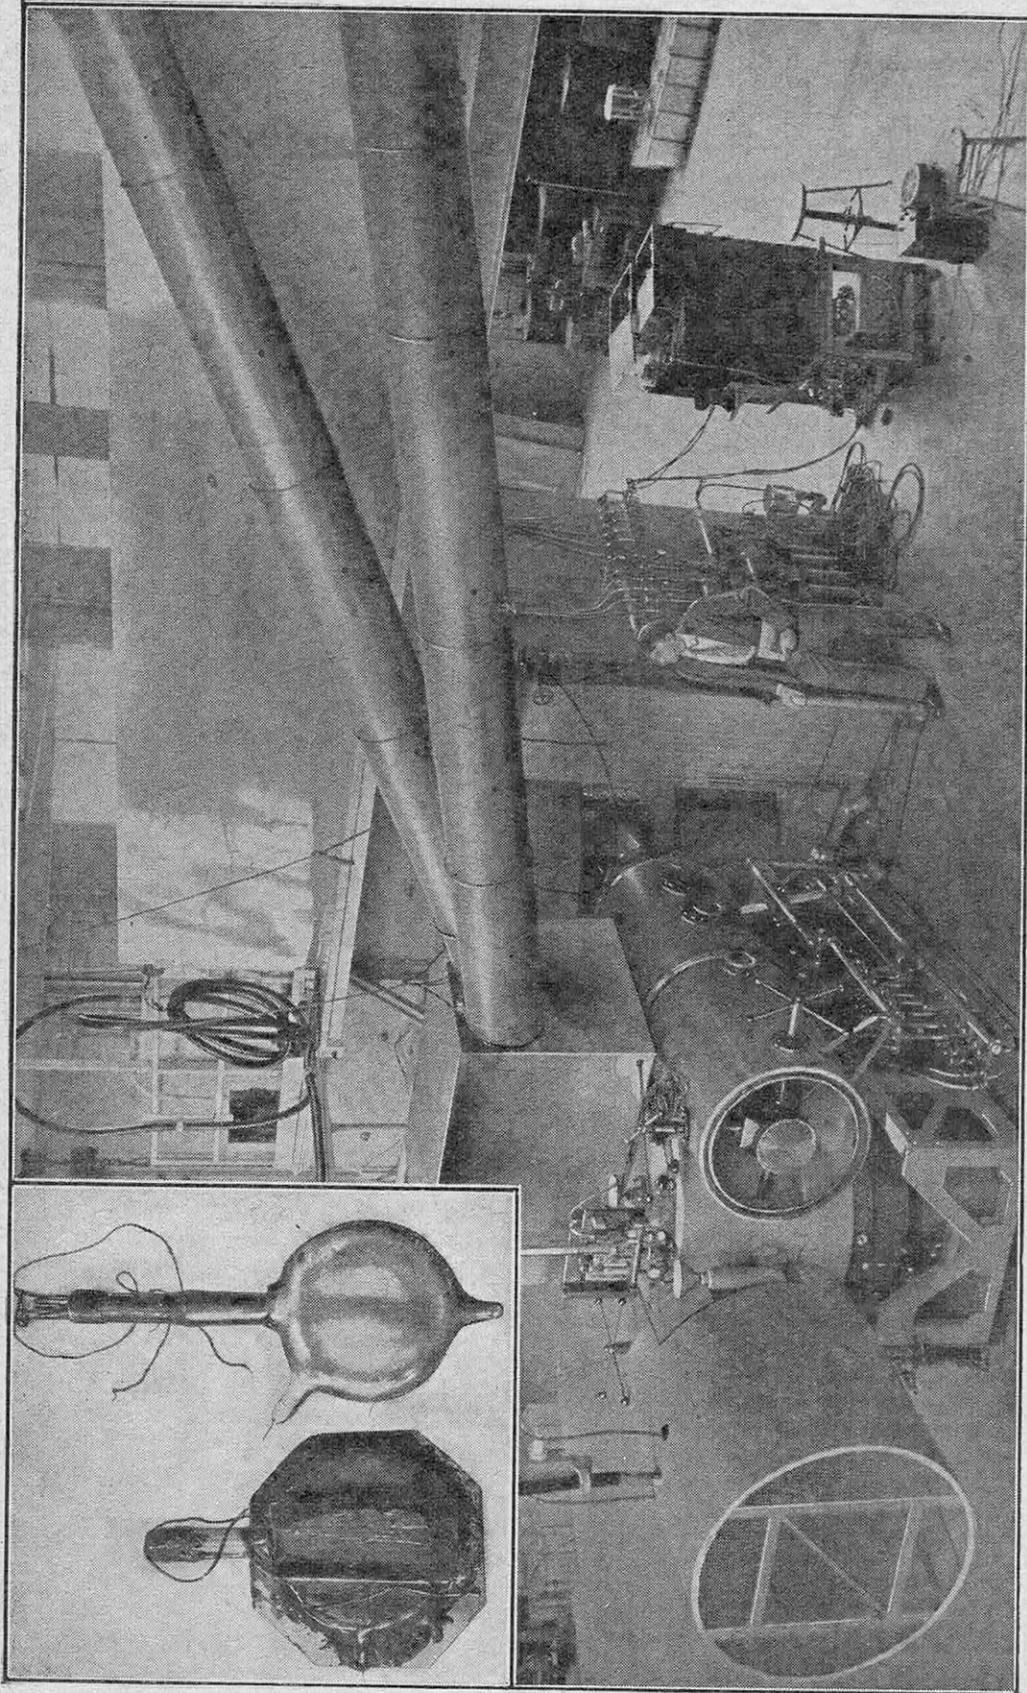

FIG. 11. — LES DEUX PREMIERS MODÈLES (EN HAUT) ET LE PLUS RÉCENT MODÈLE DE CYCLOTRON CONSTRUITS PAR LE PROFESSEUR LAWRENCE
M. Joliot a pu mettre en évidence à la chambre Wilson (voir fig. 9 et 10) la rupture d'un noyau d'uranium. La figure 11 montre l'un des fragments issus de ce cataclysme nucléaire. Il est impossible d'insister ici sur la beauté de telles démonstrations. Cela nécessiterait une description détaillée d'une bonne partie des méthodes et de l'appareillage scientifique employés en physique nucléaire et nous entraînerait loin de notre sujet. M. J. Thibaud a mis
D'autres problèmes sont aussi à l'ordre du jour. Pourquoi le plomb ou le bismuth, qui sont des isotopes de nombreux radioéléments naturels, sont-ils, eux, parfaitement rebelles à toute rupture par neutrons, alors que des éléments voisins ne le sont pas ? Le cyclotron, dont les progrès techniques sont extraordinaires (voir figure 11, le premier et le second modèles, construits en 1930, et au-dessous le modèle n° 6, réalisé en 1939, à Berkeley, Californie) permettra